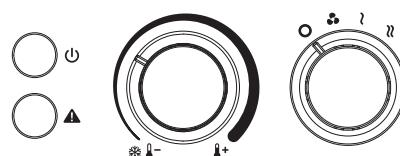
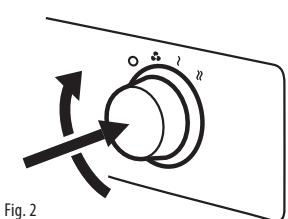

Fig. 1
Fig. 2
- To operate the heater, push in the power setting knob while turning it clockwise to the desired position (fig. 1). The pilot light (⊕) will illuminate. This safety feature will ensure that the heater can not be turned on accidentally (fig. 2).
- Stellen Sie sicher, daß der Ein-/Ausschalter auf „aus“ steht (O), wenn Sie das Heizgerät an einer Steckdose anschließen.
- Zur Inbetriebnahme des Heizgeräts den Ein-/Ausschalter drücken und ihn dabei im Uhrzeigersinn auf die gewünschte Position drehen (Abb. 1). Die Kontrollleuchte (O) leuchtet auf. Dies ist eine Sicherheitsvorrichtung, die ein unbeabsichtigtes Einschalten des Heizgeräts verhindern soll (Abb. 2).